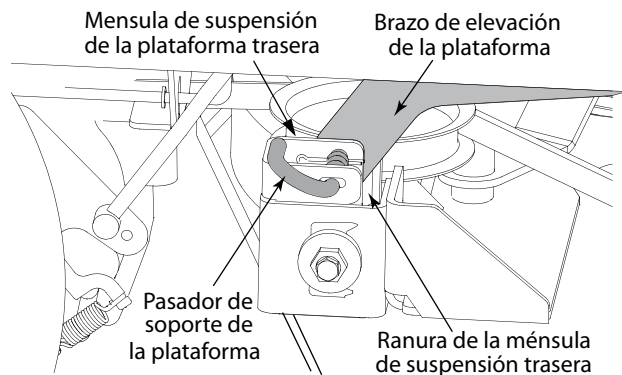

Figura 7-4
- Ubique los pasadores de soporte de la plataforma del lado izquierdo y del lado derecho que se encuentran a cada lado de la plataforma. Tire de los pasadores de soporte de la plataforma hacia afuera y fíjelos en posición desenganchada para liberar la plataforma de los brazos de elevación izquierdo y derecho del tractor. Vea la Figura 7-4.
- Levante los brazos de elevación de la plataforma sacándolos de las ranuras de la ménsula de suspensión trasera, levantando la manija de elevación de la plataforma del tractor a su posición más alta. Vea la Figura 7-4.
4. Coloque la plataforma de modo que las ranuras de las dos ménsulas de suspensión trasera de la plataforma se alineen aproximadamente con los brazos de elevación de la plataforma del tractor. Vea la Figura 7-4.
6. Tire de los pasadores de soporte de la plataforma hacia afuera y ubique la plataforma según sea necesario para alinear los orificios del brazo de elevación de la plataforma con los pasadores. Vea la Figura 7-4.